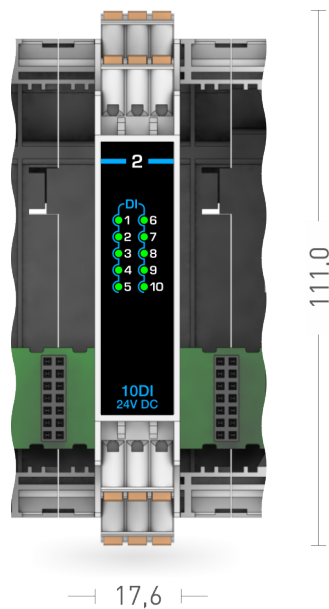
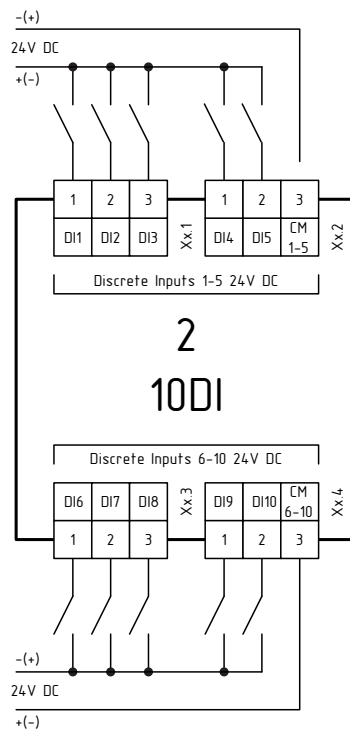

Рисунок 1.9 – Внешний вид модуля расширения MCU-2-10DI
Рисунок 1.10 – Схема подключения модуля расширения MCU-2-10DI
- Внешний вид и схема подключения приведены на рис. 1.9 и рис. 1.10.